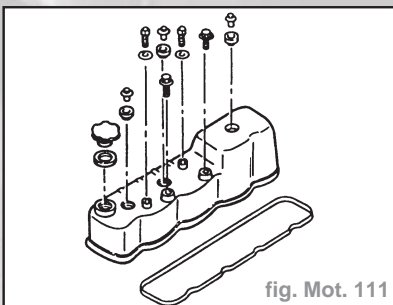

fig. Mot. 111
- Poser le couvre-culasse, appliquer une couche d'huile moteur sur les culbuteurs et les ressorts de soupape (fig. Mot. 111).